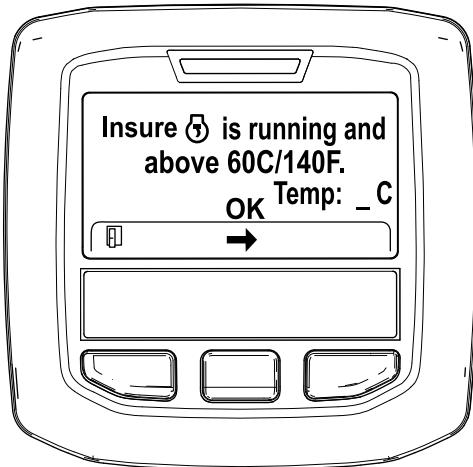

Figura 35
- Se la temperatura del refrigerante è inferiore a 60°C, viene visualizzato il messaggio "Insure is running and above 60C/140F" (Assicurarsi che sia in funzione e sopra 60 °C). (Figura 35).